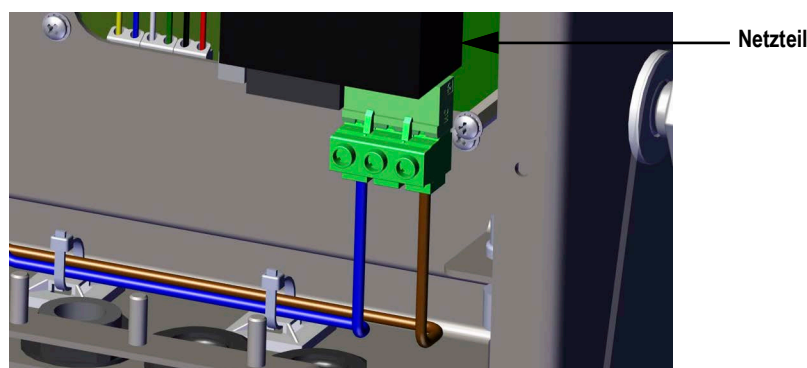

Abbildung 2-20. AC-Verkabelung anschließen
1. Das Kabel durch die Kabelzugentlastungen (nicht im Lieferumfang enthalten) führen (siehe Abbildung 2-20).
3. Die anderen beiden Leiter an der Rückseite der Gewichtsanzeige verlegen und an den 3-poligen Stecker (Bestellnr. 152334) anschließen, der auf der Spannungsversorgungsplatine eingesteckt wird (siehe Abbildung 2-20 und Tabelle 2-4 auf Seite 30).